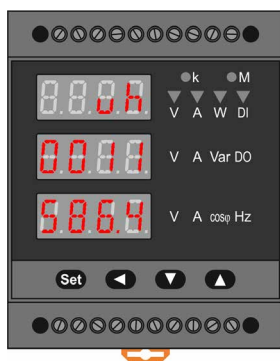

Рис. 11 – Пример отображения энергии.
4. При отображении активной или реактивной энергии ее величина отображается на втором и третьем дисплеях: на втором отображаются первые 4 символа значения, а на третьем – вторые 4 символа значения. На первом дисплее отображаются знак и тип энергии (см. табл. 1 и рис. 11).